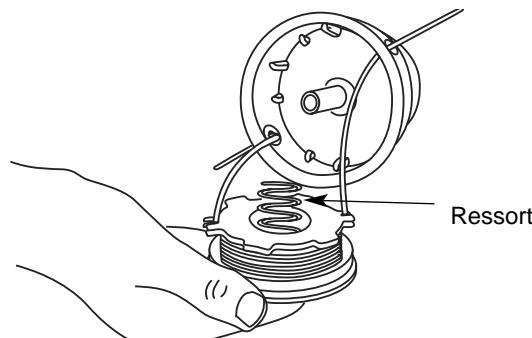

Fig. 23
13. Insérez les extrémités du fil dans les lèvres de la bobine extérieure et placez le moulinet et le ressort dans la bobine (Fig. 23). Enfoncez le moulinet et la bobine ensemble. Tout en tenant le moulinet et la bobine, saisissez les extrémités et tirez fermement pour dégager le fil des fentes de retenue de la bobine.
5. Insérez les extrémités du fil dans les lèvres de la bobine extérieure (Fig. 23).